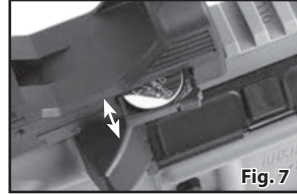

Fig. 7
- Sæt kassetten tilbage i rødpunktsigtet (Fig. 7).